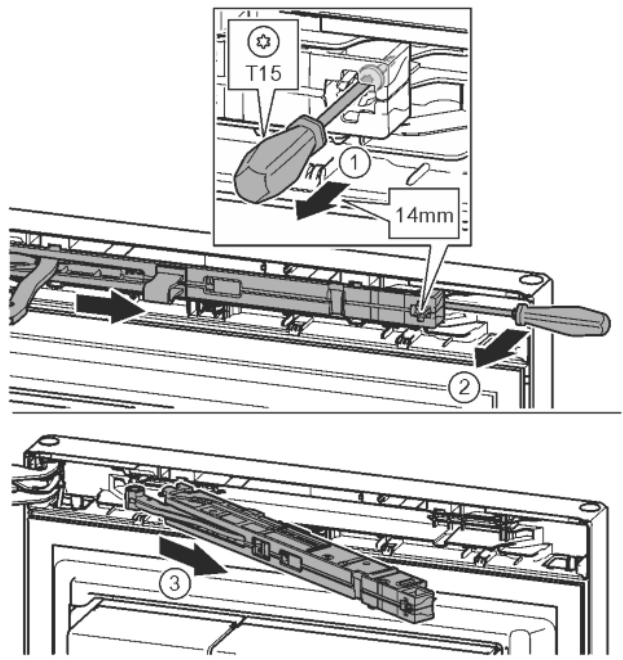

Fig. 14
- ▶ Schraube an Schließdämpfereinheit mit Schraubendreher T15 ca. 14 mm lösen. Fig. 14 (1)
- ▶ Mit einem Schraubendreher griffseitig hinter die Schließdämpfereinheit fahren und nach vorne drehen. Fig. 14 (2)
- ▶ Schließdämpfereinheit herausziehen. Fig. 14 (3)